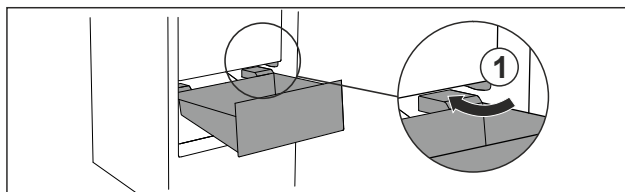

Fig. 93
- Schubfach schräg um die Stopper Fig. 93 (1) herumführen.